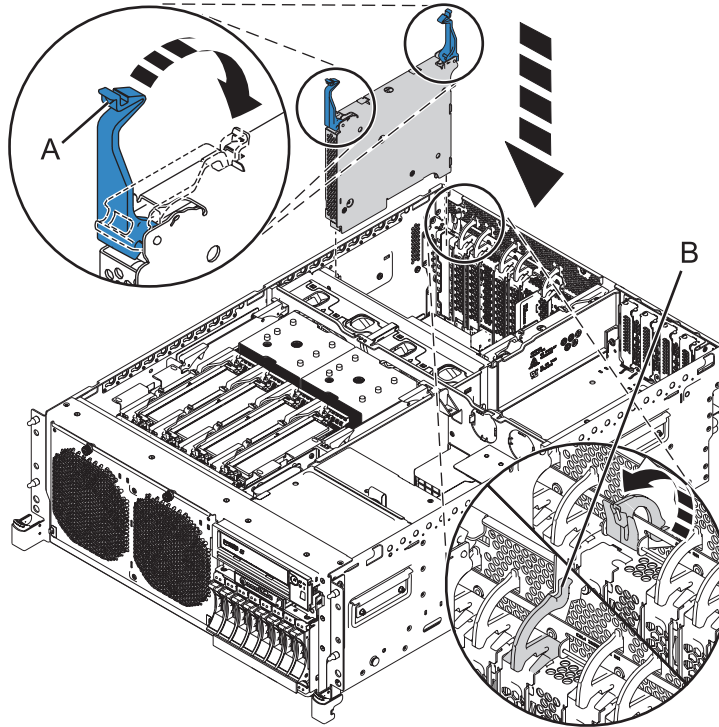
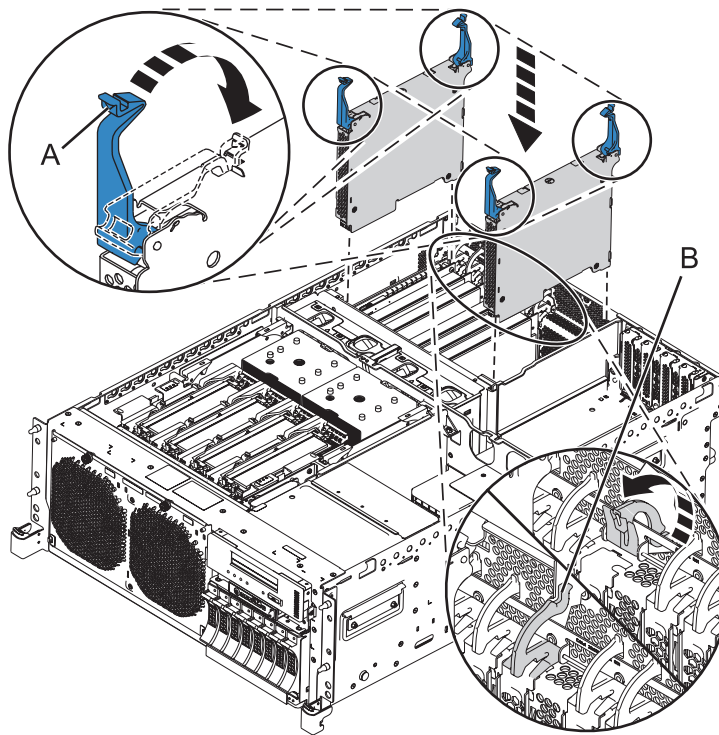

Figura 9. Instal·lació de l'adaptador GX en un sistema 8202-E4B o 8205-E6B muntat en bastidor
Figura 10. Instal·lació de l'adaptador GX (FC EJ03) en un sistema 8202-E4C, 8202-E4D, 8205-E6C o 8205-E6D muntat en bastidor
3. Gireu suaument els pestells (**A**) fins que quedin en posició de bloqueig, tal com es mostra a Figura 9 a la pàgina 12 i a Figura 10 a la pàgina 12.